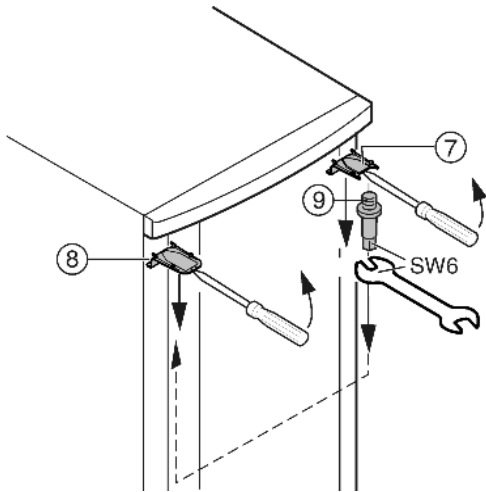

Fig. 6
- ▶ Faire déclipser le cache Fig. 6 (7) en haut et le cache Fig. 6 (8) avec un tournevis devant et l'enlever diagonalement vers le bas.
- ▶ Dévisser le pivot d'appui Fig. 6 (9) et le visser du côté opposé (**avec 4 Nm**).
- ▶ Remonter le cache Fig. 6 (7) du côté du pivot d'appui : l'insérer par l'arrière et l'encliqueter sur l'avant.
- ▶ Monter le cache Fig. 6 (8) sur le côté opposé: l'insérer par l'arrière et l'encliqueter sur l'avant.
- ▶ Accrocher la porte dans le pivot d'appui Fig. 6 (9) supérieur.